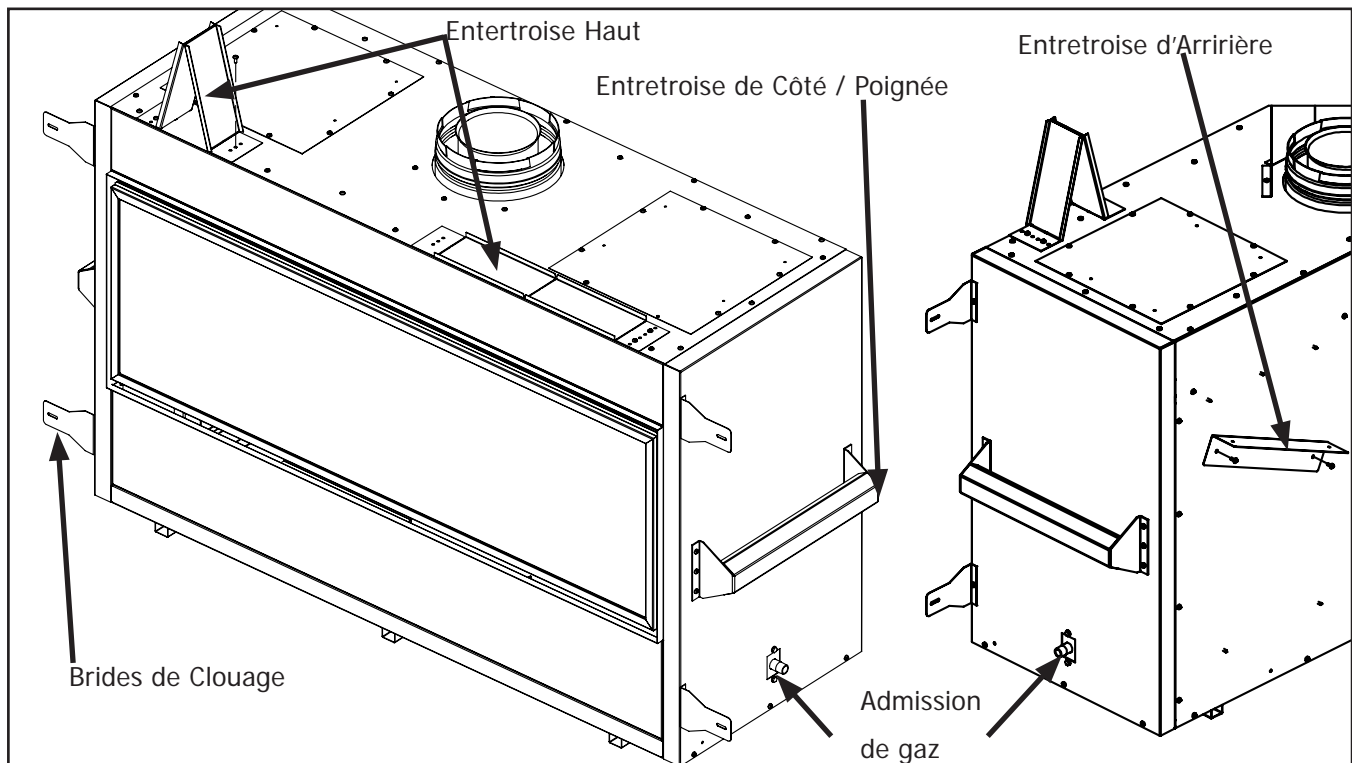

Figure 26: Préparation de l'installation du foyer
Prenez une minute pour vous familiariser avec la figure 26 ci-dessous.
- Le haut des entretoises de cadrage doit être replié et sécurisés sur un côté avec une vis T-20, cela peut être vu dans Figure 26.